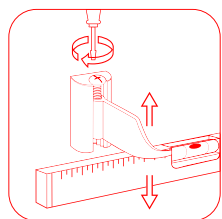

рис. 3
**Для того, чтобы иде льно ровно смонтиров ть р ди тор н стену, используйте оригин льные регулируемые кронштейны Royal Thermo (рис. 3).**